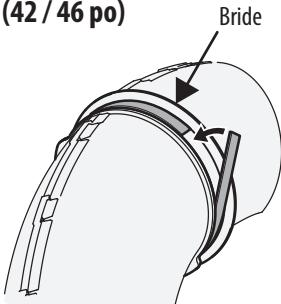

Figure 26
- Retirez la bande protectrice de la bande autocollante en mousse (721-04388). Collez la bande autocollante sur la goulotte supérieure en l'alignant avec la bride comme indiqué dans la Figure 26.